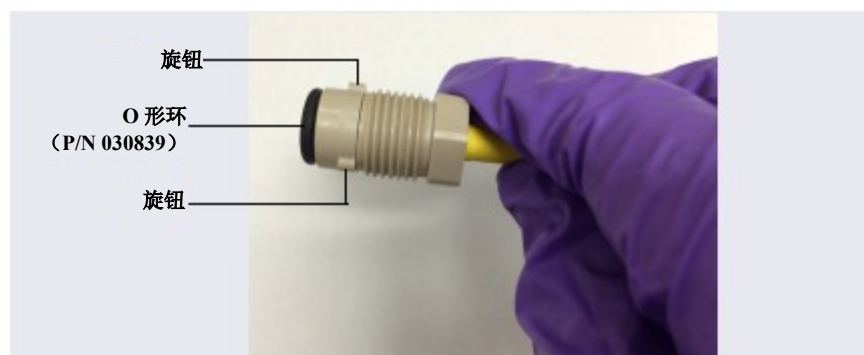

图 10-74. 带 O 形环的 PdH 参比电极
- 将 O 形环（P/N 030839）安装在 PdH 参比电极的端部（见图 10-74）。